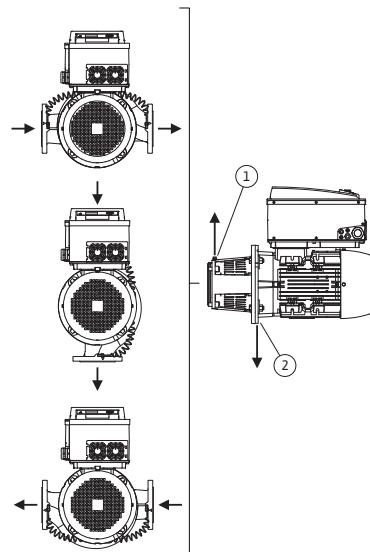
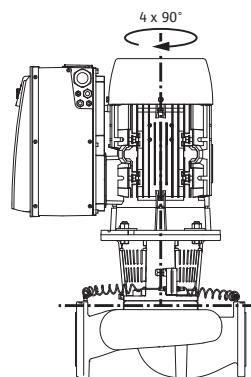

Fig. 18: Sallitut asennusasennot,
Fig. 19: Sallitut asennusasennot,
Sallitut asennusasennot, kun moottoriakseli on vaakatasossa ja elektroniikkamoduuli ylöspäin (0°), on esitetty Fig. 18. Esitettyyn ei ole sallittuja asennusasentoja sivuttain asennetulla elektroniikkamoduulilla ($+/- 90^\circ$). Kaikki muut asennusasennot paitsi "elektroniikkamoduuli alas päin" (-180°) ovat sallittuja. Pumpun ilmaus on varmaa vain silloin, kun ilmanpoistoventtiili osoittaa ylös-päin (Fig. 18, kohta 1). Vain tässä asennossa (0°) voidaan syntyvä kondenssivesi johtaa tehokkaasti pois porattujen aukkojen, tiivistelaipan ja moottorin kautta (Fig. 18, kohta 2). Irrota sitä varten moottorilaippa.
Sallitut asennusasennot, kun moottoriakseli on pystysuuntainen, on esitetty kuvassa Fig. 19. Kaikki muut asennusasennot paitsi "moottori alas päin" ovat sallittuja.
- Tiivistelaimpassa olevan ilmausventtiilin (Fig. 6, kohta 1.31) pitää vaakatasoisen moottoriakselin yhteydessä osoittaa aina ylöspäin (Fig. 6a: ja Fig. 6b:). Pystysuuntaisen moottoriakselin yhteydessä kaikki suunnat ovat sallittuja. Katso tästä myös Fig. 18: "Sallitut asennusasennot, vaakasuuntainen moottoriakseli" sivulla 81 tai Fig. 19: "Sallitut asennusasennot, pystysuuntainen moottoriakseli" sivulla 81.
- Kun moottoriakseli on vaakatasossa, kondenssivesiaukon pitää olla alas päin (Fig. 18, kohta 2). Tarpeen vaatiessa moottoria pitää kiertää.